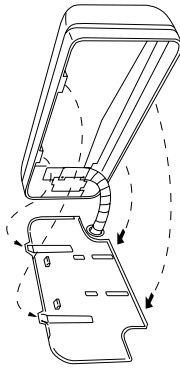

Fig. 3-32
- (2) Introduzca el cableado, los tubos de refrigerante y la manguera de drenaje por el orificio de la pared. Ajuste la unidad interior de modo que quede montada de forma segura en el panel posterior. (Fig. 3-32)